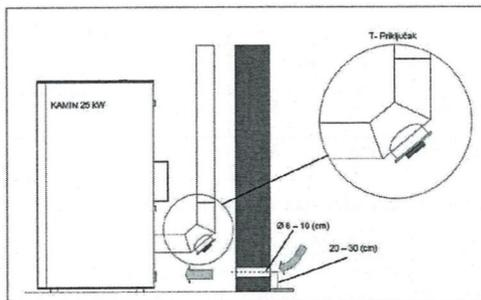

Рисунок 10. Мінімальні отвори для встановлення вентиляційних решіток
4.4 ПОСТАЧАННЯ ПОВІТРЯ ДЛЯ ГОРІННЯ (Рисунок 10)